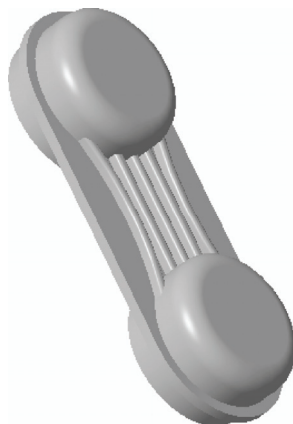

图 16-56 创建倒圆角特征二
STEP 14 单击“完成”按钮, 即可完成倒圆角特征的创建，效果如图 16-56 所示。